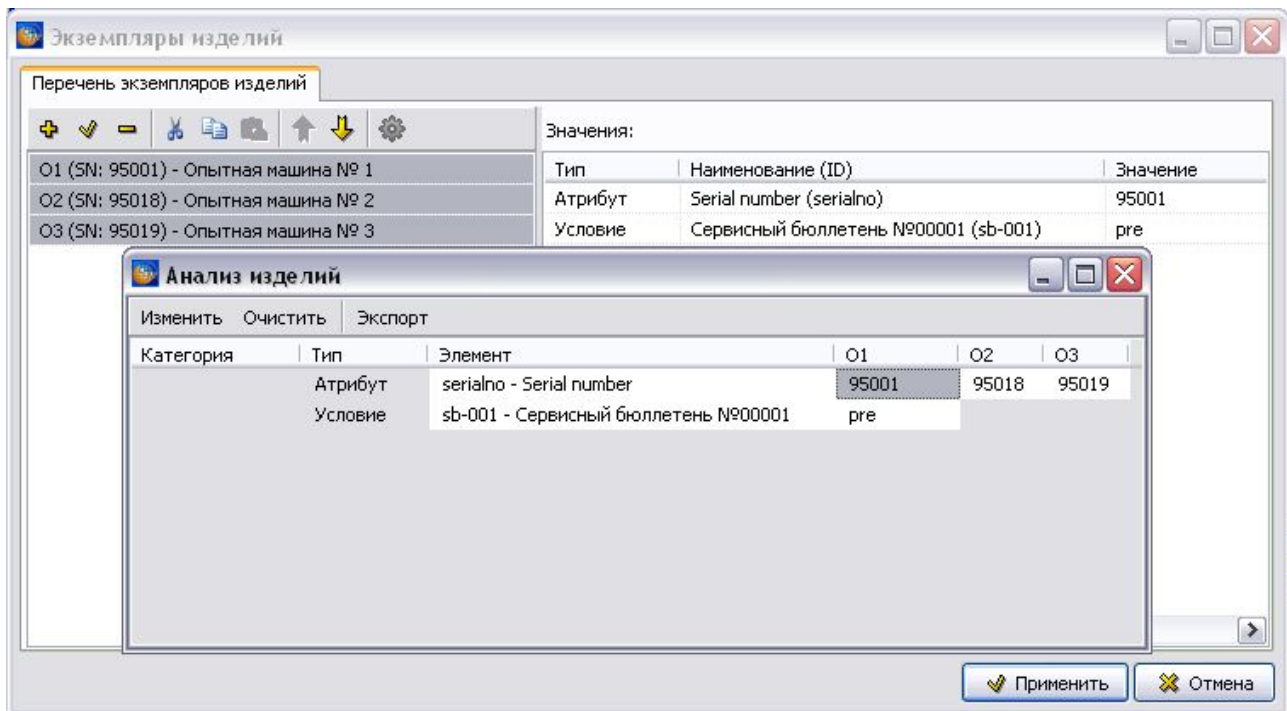

Рис. 2.161
1. В окне **Экземпляры изделий** выделите экземпляр изделия/ экземпляры изделий и нажмите на кнопку **Анализ изделий** . После этого появится окно **Анализ изделий** (Рис. 2.161).